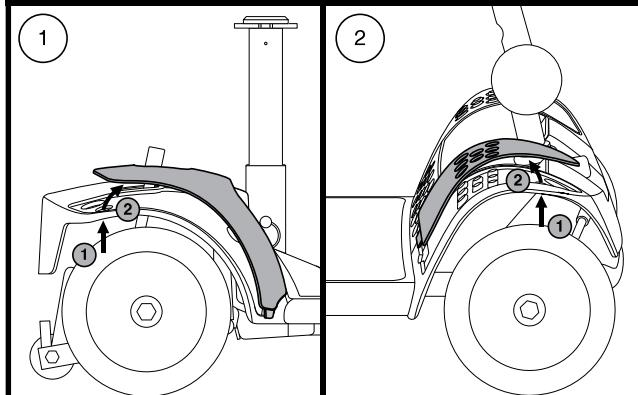

Abb. 16. Schutzblech
2. Drücken Sie durch diese Löcher, um das jeweilige Teil von dem Elektromobil zu lösen. Siehe Abb. 16.
HINWEIS: Überzeugen Sie sich beim Einbau des vorderen Schutzbleches davon, dass die Lasche am unteren Ende der Blende in die entsprechende Öffnung passt, bevor Sie die Blende eindrücken und sichern. Siehe Abb. 16.